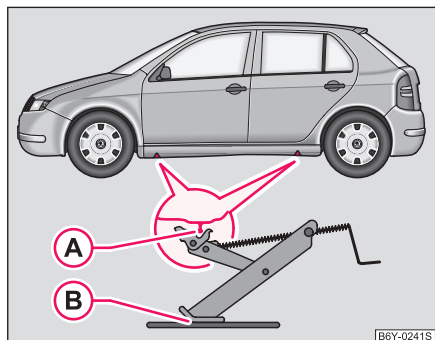

Fig. 145 Schimbarea roții: Pozițiile de fixare ale cricului
- Pentru fixarea cricului alegeți punctul barei longitudinale cel mai apropiat de roata defectă ⇒ Fig. 145.
- Gheara cricului trebuie să cuprindă partea verticală a pragului (A), iar piciorul cricului (B) trebuie să se sprijine cu toată suprafața pe un teren stabil.